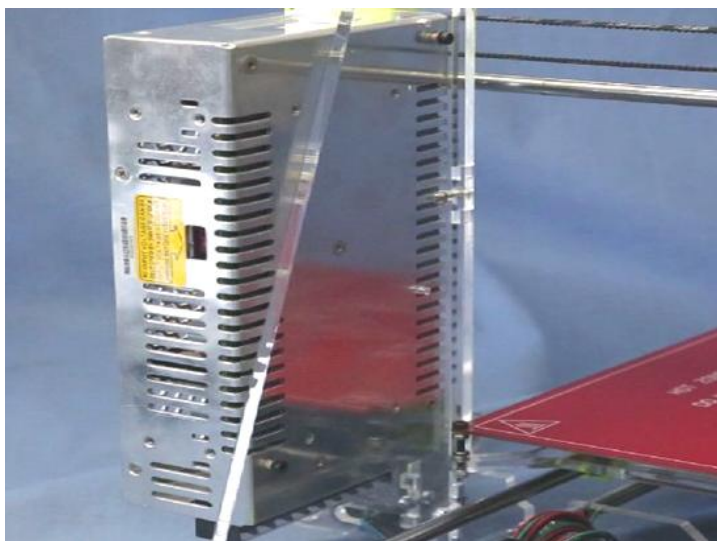

图 5-35 电源安装
2) 安装电源：使用 M3 螺钉将电源安装到侧边亚克力框架上，如图 5-35 所示。